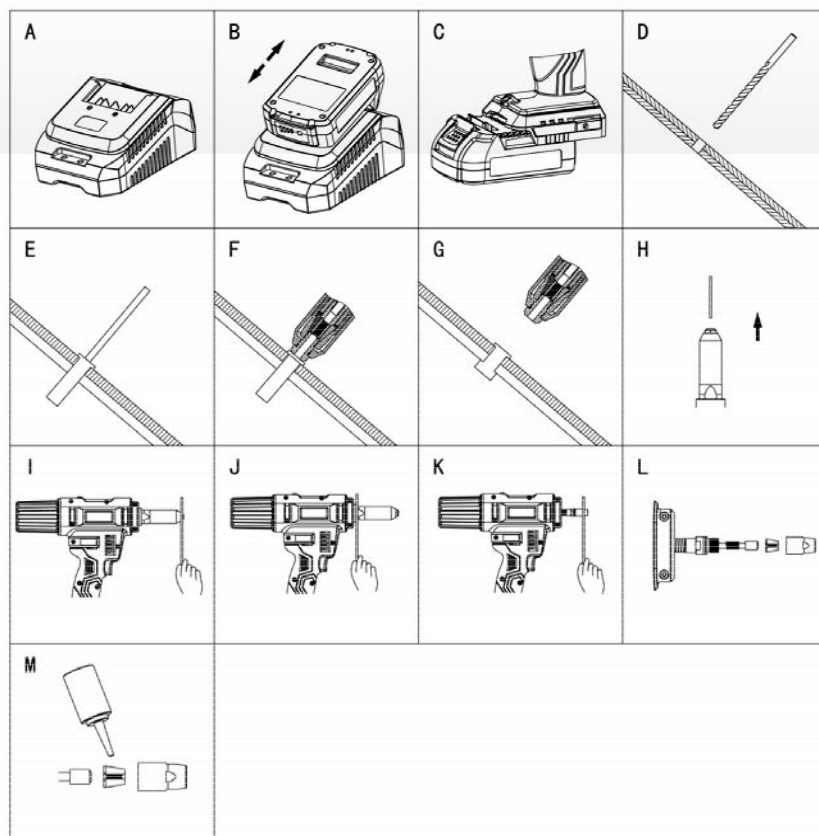

Рис. 2
- під'єднайте зарядний пристрій до мережі електроживлення, при цьому на панелі зарядного пристрою загоряється зелена лампочка-індикатор, це означає, що живлення на зарядний пристрій подане (Рис. 2А);
- встановіть батарею до зарядного пристрою. На панелі до зарядного пристрою загоряється червона лампочка-індикатор, це означає, що триває процес заряджання (Рис. 2В);